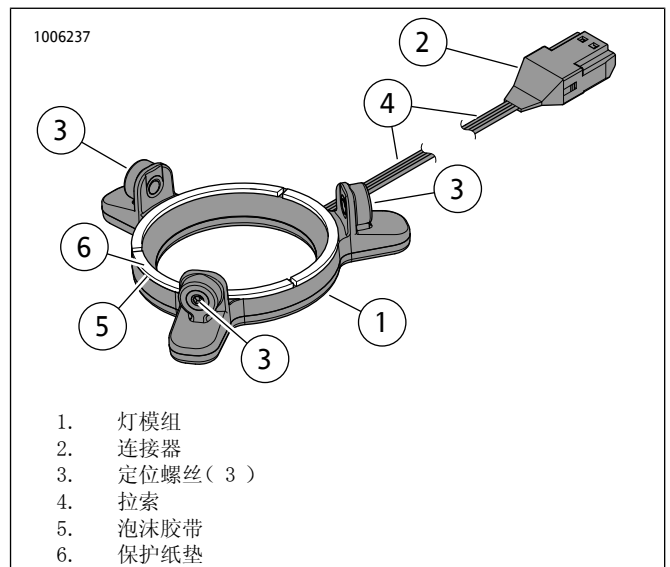

图7。圆形Stage II扬声器LED灯
3. 参见图7。从灯模组 (1) 背面的泡沫胶带 (5) 去掉保护纸垫 (6)。